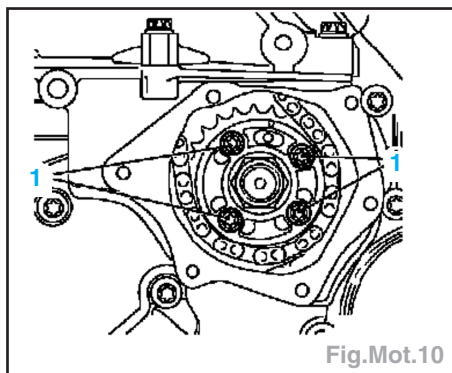

Fig.Mot.10
- Serrer les vis de fixation (1) du pignon de la pompe d'injection au couple de **2,8 da.Nm** (Fig.Mot.10).
- Mettre en place la jauge de vérification (outil réf KM-932) (3) sur la culasse, la goupille (2) doit s'engager dans l'alésage (1) de l'arbre à cames (Fig.Mot.10).